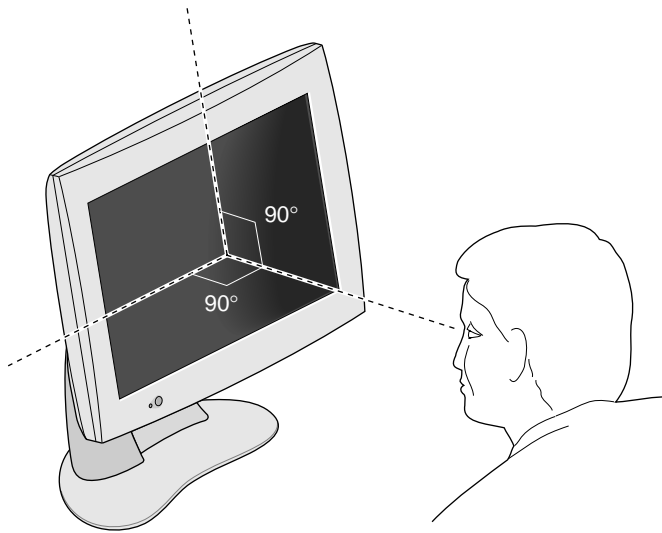

図 1-5 フラットパネルモニタの最適表示角度
- モニタの高さを調節して、画面の中央が目線の高さかやや下になるようにします。最適な輝度と正確な色彩を得るには、画面を目線に対しできるだけ直角にします（図 1-5）。表示角度の限度については、表 3-1 を参照してください。